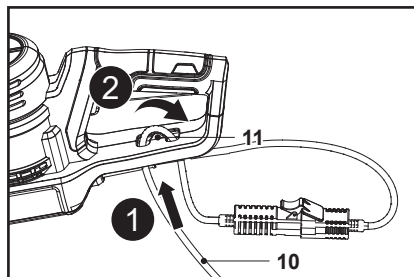

Fig. 3
2. Doble el cable de alimentación (10) hacia atrás, a unos 20 cm del conjunto del conector, pase el lazo que ha creado con el cable enrollado a través del orificio de la sujeción del cable (11) y cuelgue el lazo en el gancho (Fig. 3, paso 1 y 2).